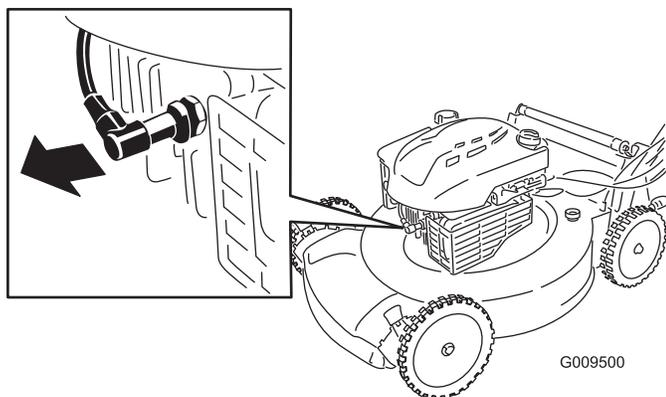

Figure 20
3. Débranchez la bougie (Figure 20) avant de procéder à un quelconque entretien.